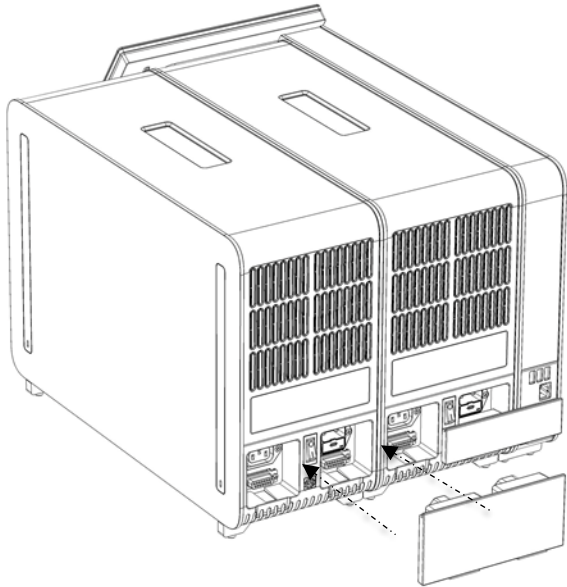

Рис. 18. Приєднання з'єднувального моста аналітичних модулів.
6. Підключіть з'єднувальний міст аналітичних модулів на задній панелі QIAstat-Dx Analyzer 1.0, щоб об'єднати два такі модулі (рис. 18).